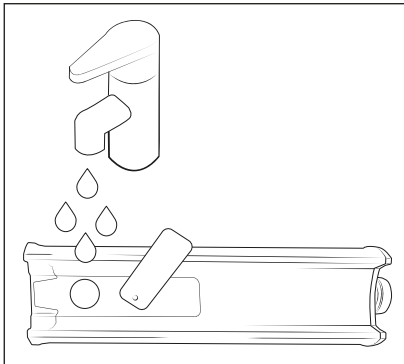

Abb. 7
- 4) Füllen Sie Leitungswasser oder destilliertes Wasser in den Frischwassertank **6** (siehe Abb. 7). Befüllen Sie den Frischwassertank **6** höchstens bis zur Markierung **MAX**. Gießen Sie zuviel eingefülltes Wasser durch die Einfüllöffnung wieder aus.